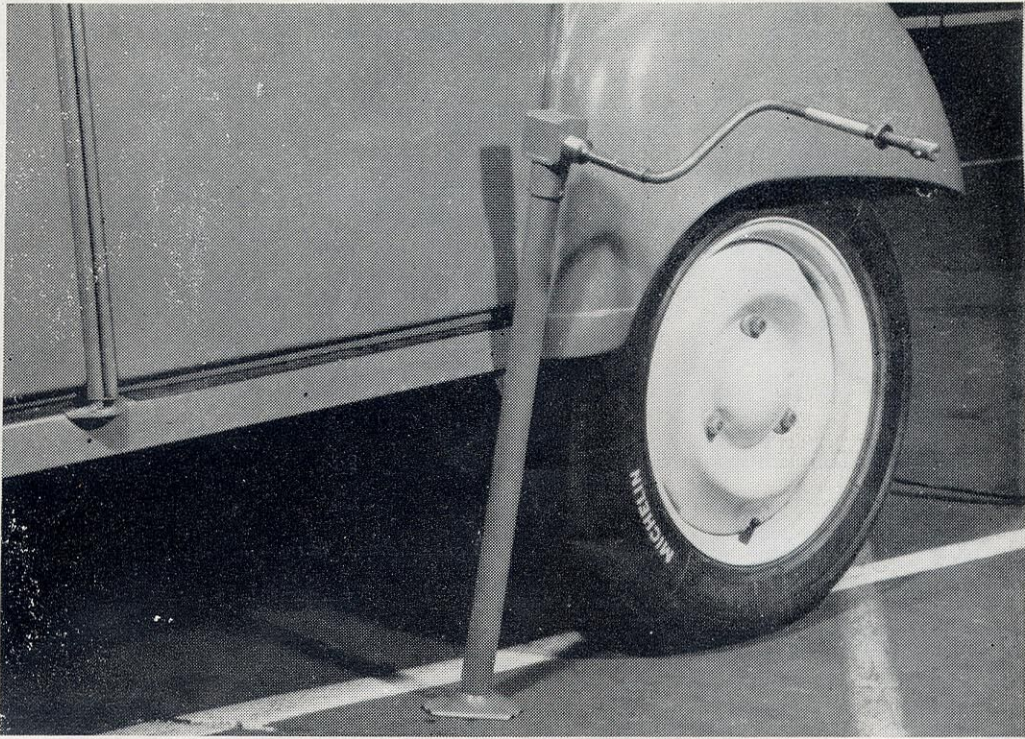

FIG. 13. — POSITION DU CRIC A L'ARRIÈRE
- 2^o **Arrière** : à l'arrière des portes AR (fig. 13).